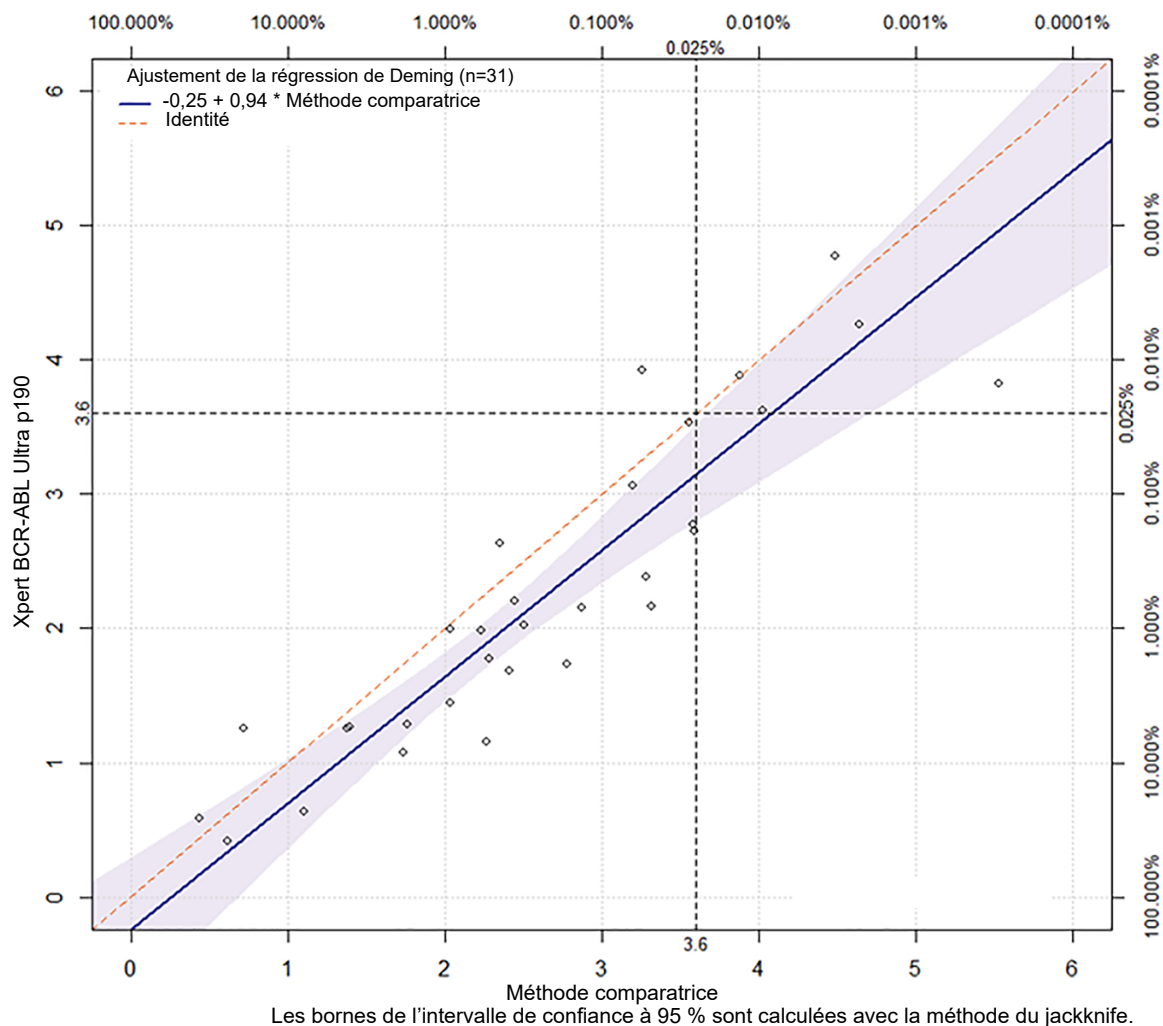

Figure 10. Régression de Deming pour la RL
L'analyse de régression de Deming pour les résultats du rapport en pourcentage (RP) montre une bonne corrélation entre le Xpert BCR-ABL Ultra p190 et les mesures de la méthode comparatrice en termes de mesure de RP. L'ordonnée à l'origine était de 0,01 et la pente était de 1,08 ; les deux remplissaient les critères d'acceptation. Le r de Pearson était de 0,814. Une réduction logarithmique (RL) a été effectuée pour normaliser la distribution des données de RP. Des analyses de régression de Deming utilisant les mesures de RL ont été réalisées et présentées dans le Figure 10 ci-dessous.
Figure 10 montre une corrélation élevée entre le test Xpert BCR-ABL Ultra p190 et la méthode comparatrice pour les mesures de RL. La régression de Deming a une pente de 0,94 et une ordonnée à l'origine de -0,25. Les résultats de la régression de Deming pour les valeurs de RL satisfaisaient également aux critères d'acceptation pour l'ordonnée à l'origine et la pente. La corrélation globale (Pearson) $r=0,904$ était élevée.